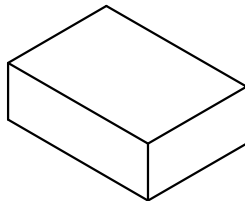

图3 内盒包装
- 2: 如图3, 每内盒装6小袋, 装盒后贴上物料标签, 数量为6X500pcs。